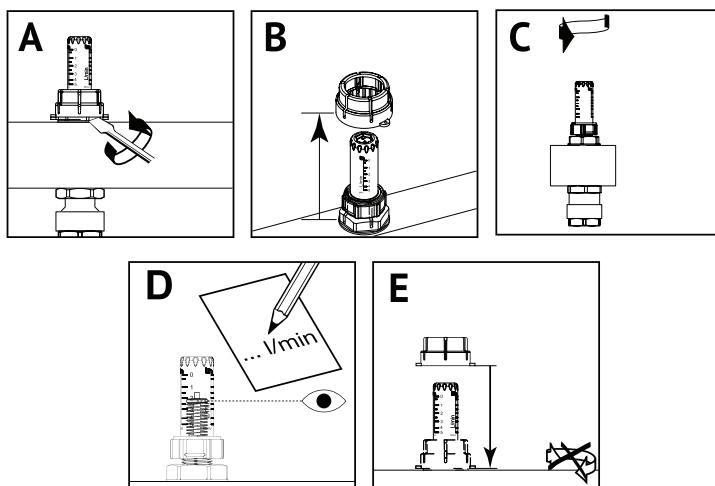

Рис.5 Настройка балансировочного вентиля
- Настройка балансировочного вентиля (**Рис.5**).